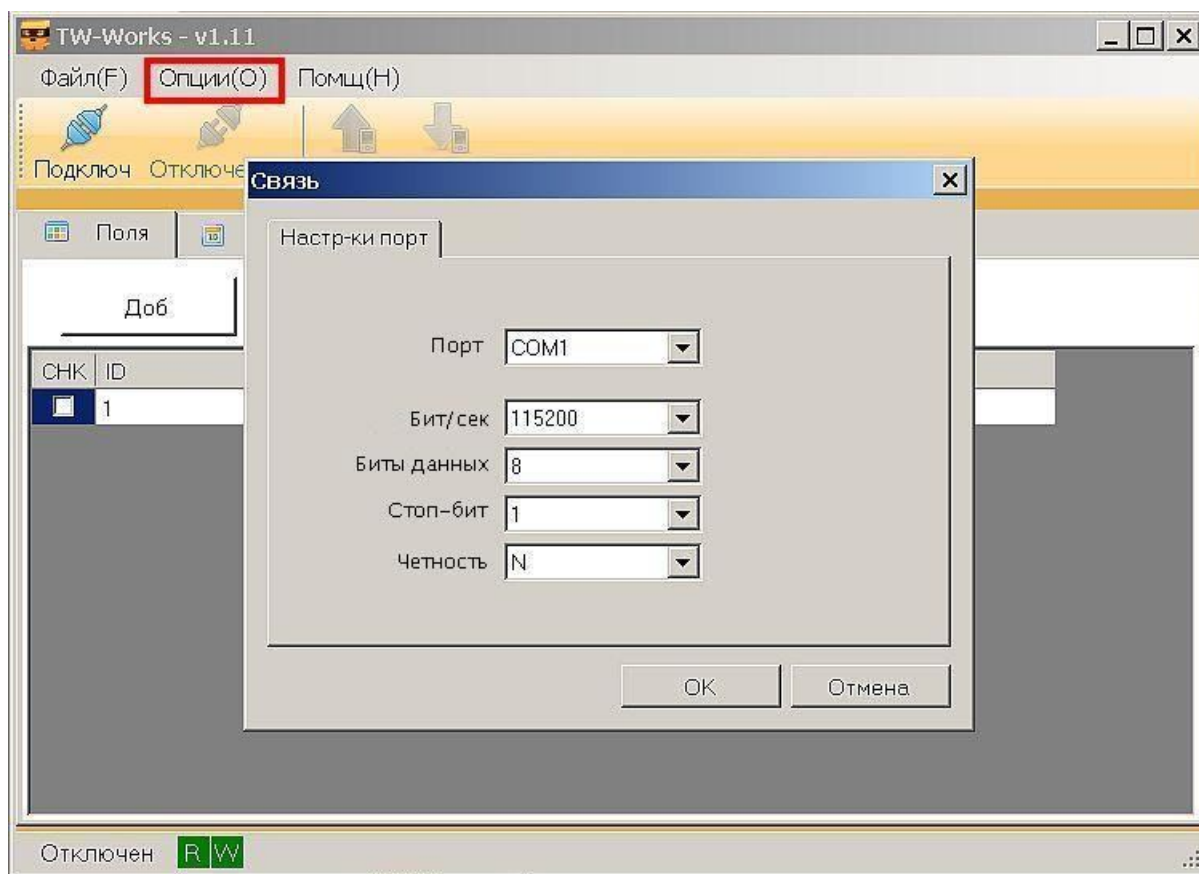

Рисунок 6.1
- ☐ Для настройки параметров связи интерфейса в окне программы выбрать вкладку меню «Опции (O)» и в открывшемся списке выбрать «Связь (C)» (см. рисунок 6.1).